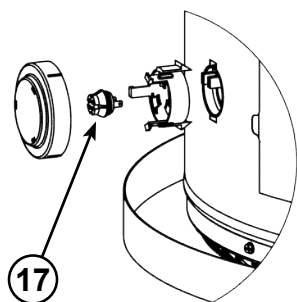

Figure 50.
- 17 Détecteur de vapeurs inflammables (sous couvercle) (voir Figure 5) (voir aussi Figure 50)